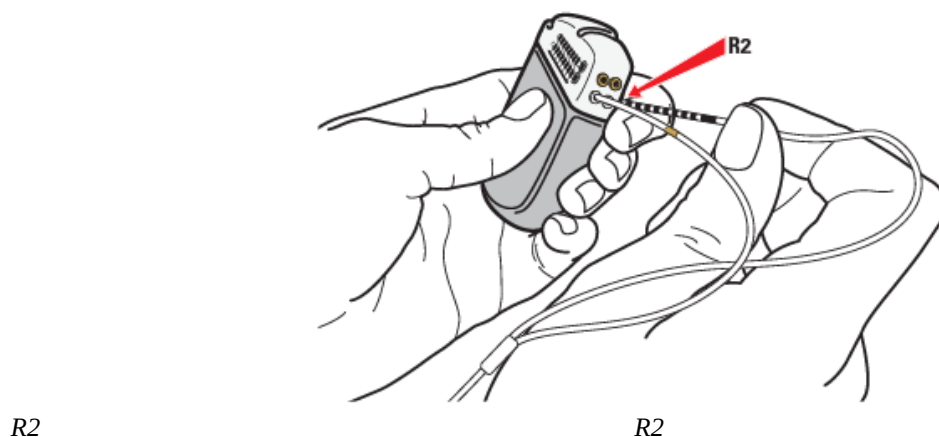

Рисунок 40. Соединение с портом R2 ИГИ
- а. Для вилкообразного удлинителя электродов (DB 3128): соедините ветвь без маркерной полосы и порт с маркировкой R2 (рисунок 40).